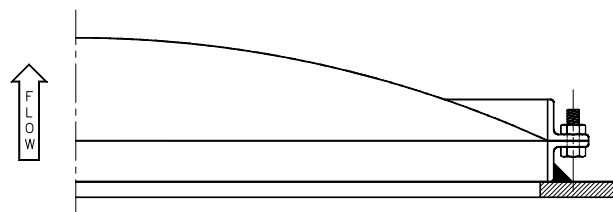

Abb. 2
- 2 Den Schenkel des Einlasses des Sicherheitsrahmens an die Außenseite des Behälters andrücken. Leicht heftschweißen, um den Rahmen ausreichend in dieser Position zu halten. Siehe Abb. 2.